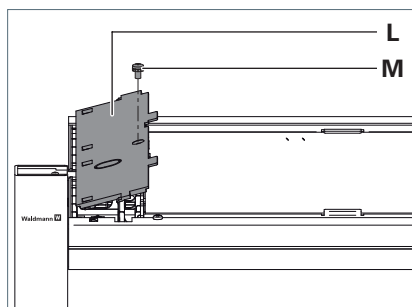

Fig. 6: Montaggio della copertura.
- Applicare la copertura **L** assieme ai ganci sulla parte inferiore della copertura negli occhielli sulla testa dell'apparecchio d'illuminazione e premere la copertura, vedi Fig. 6.